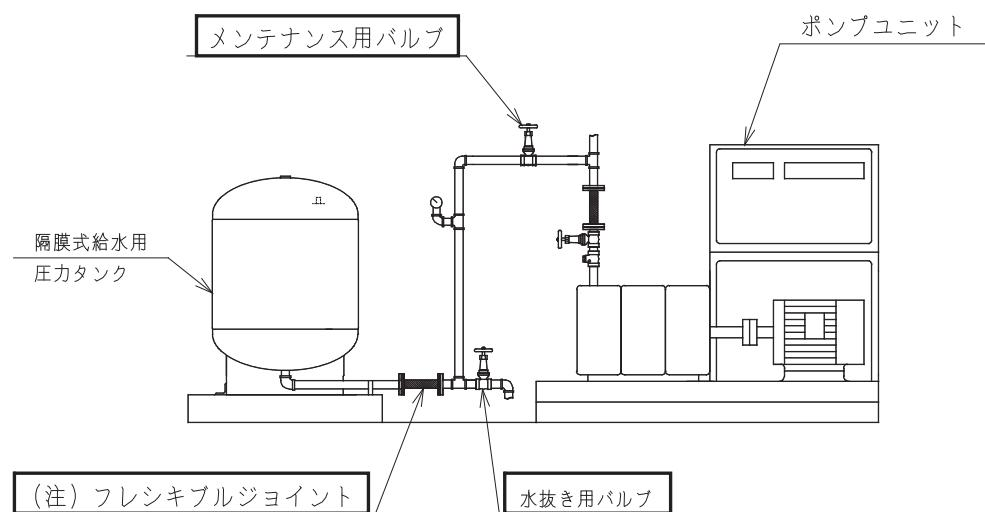
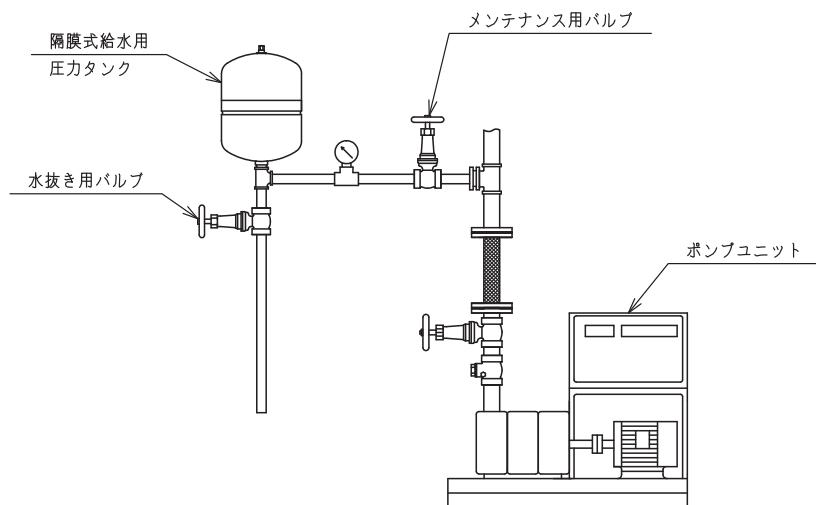

図 6-3 施工例 (WX - 39VK ~ 76VK)
図 6-4 施工例 (WR-71-R 3/4、WX-17-R 3/4・24-R 3/4)
- ① システム接続口への配管には、「メンテナンス用バルブ」「水抜き用バルブ」およびフレキシブルジョイントまたはフランジ（図6-3参照）を設けてください。なお、WR-71-R $\frac{3}{4}$ 、WX-17-R $\frac{3}{4}$ ・24-R $\frac{3}{4}$ については、フレキシブルジョイントおよびフランジ（図6-4参照）の取付けは不要です。
（本書第6章「据付け・配管施工時のお願い」図6-3、図6-4参照）